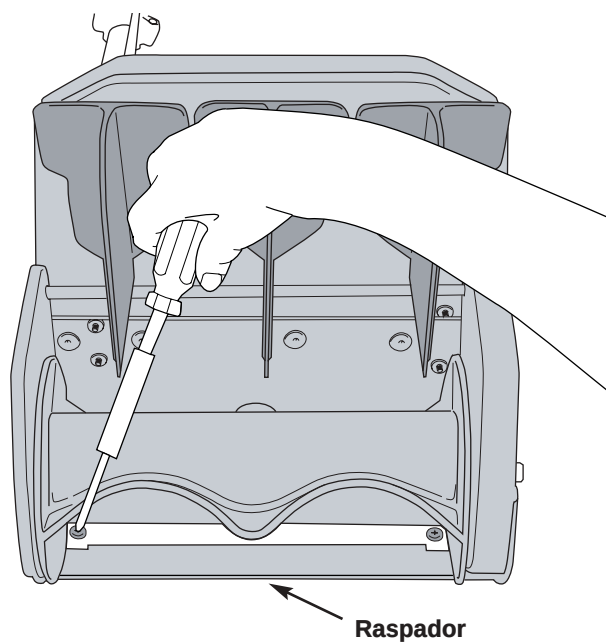

Fig. 9
1. Ponga el soplador de nieve en el piso o en la mesa de trabajo. Ponga la unidad de manera que las veletas y el rotor apunten hacia arriba (Fig. 9).
2. Debajo del rotor, ubique y quite los tres (3) tornillos que fijan el raspador a la cubierta, use una llave de barrenas Torx #T20 o un destornillador de punta plana (Fig. 9).
4. Ponga el raspador nuevo en la unidad, vuelva a poner los tres (3) tornillos. Apriete los tornillos a **25-30 in•lb (2.8-3.3 N•m)**.